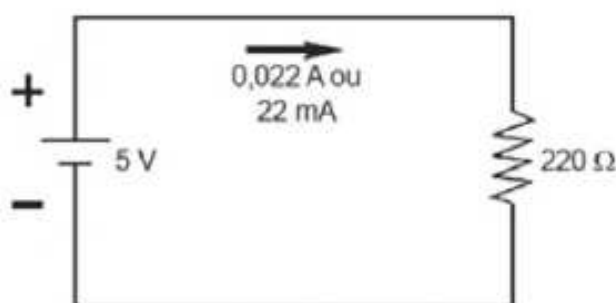

Figura 2.5 – Tensão, corrente e resistência.
A tensão é expressa em volts (V); a corrente, em amperes (A); e a resistência, em ohm (Ω). Dessa forma, o circuito elétrico ilustrado na Figura 2.5, no qual temos uma tensão de 5 V aplicada sobre uma resistência de 220 Ω , produzirá uma corrente de 0,022 A ou 22 mA.